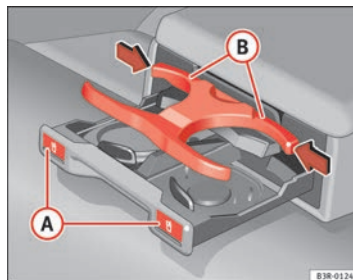

Fig. 123 Porte-gobelets dans l'accoudoir arrière
- Appuyez sur le symbole  (A) ⇒ fig. 123.